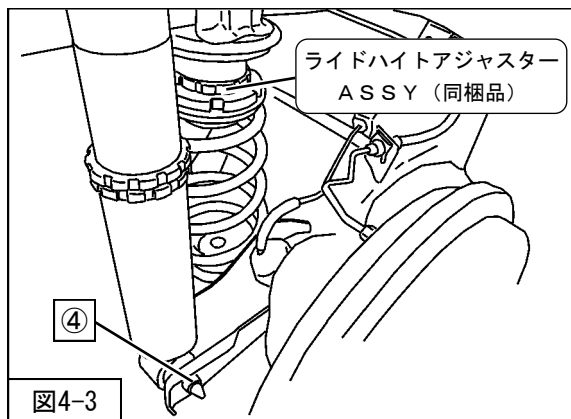

図4-3
3. アクスルビームをジャッキで下から支えながら、ラバーシート(同梱品)、ライドハイトアジャスターASSY(同梱品)、リアスプリング(同梱品)、ロアマウンティングラバー(純正部品加工)を車両に取付けてください。(図4-3)
(締付トルク: 54N・m)を使用して、リアショックアブソーバASSYを車両に取付けてください。(図4-3)